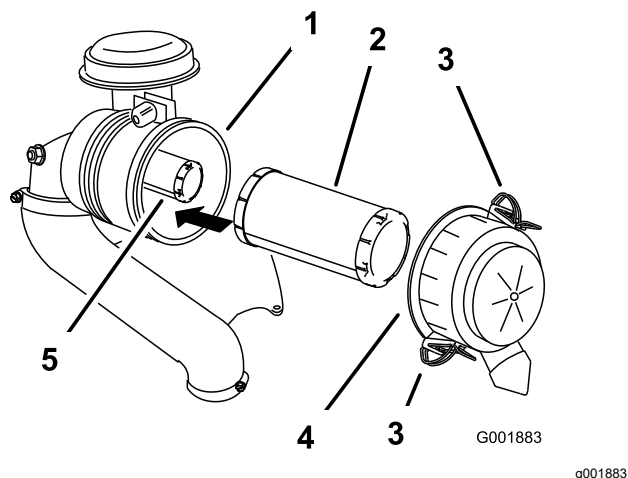

Figura 44
3. Abra los cierres del limpiador de aire y tire de la tapa de la entrada de aire para separarla del cuerpo del limpiador de aire (Figura 44).
5. Extraiga con cuidado el filtro primario de la carcasa del limpiador de aire (Figura 44).
2. Si va a cambiar el filtro interno, deslícelo cuidadosamente en el cuerpo del filtro (Figura 44).
3. Deslice cuidadosamente el filtro primario por encima del filtro de seguridad (Figura 44).
4. Instale la tapa del limpiador de aire y fije los cierres (Figura 44).